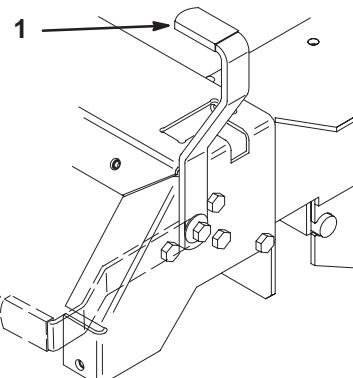

Bild 12
2. Ziehen Sie den Feststellbremsshebel nach hinten und oben, um die Feststellbremse zu aktivieren (Bild 12). Der Feststellbremsshebel muss fest in der aktivierte Stellung bleiben.
1. Drücken Sie den Feststellbremsshebel nach vorne und unten, um die Feststellbremse zu lösen (Bild 12). Die Feststellbremse ist deaktiviert.